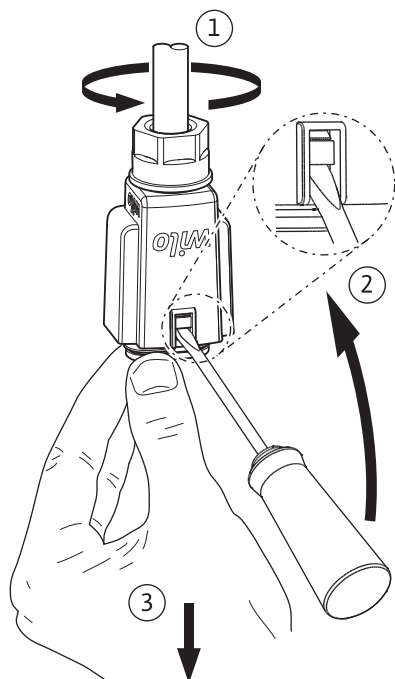

Fig. 6: Демонтиране на Wilo-Connector
- Издърпайте Wilo-Connector от помпата и го демонтирайте с подходяща отвертка (Fig. 6).